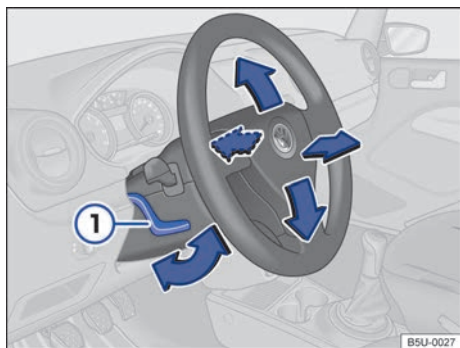

Fig. 44 Regular la posición del volante mecánicamente.
- Empujar la palanca \Rightarrow fig. 44 ① hacia abajo y colocar el volante en la posición deseada.